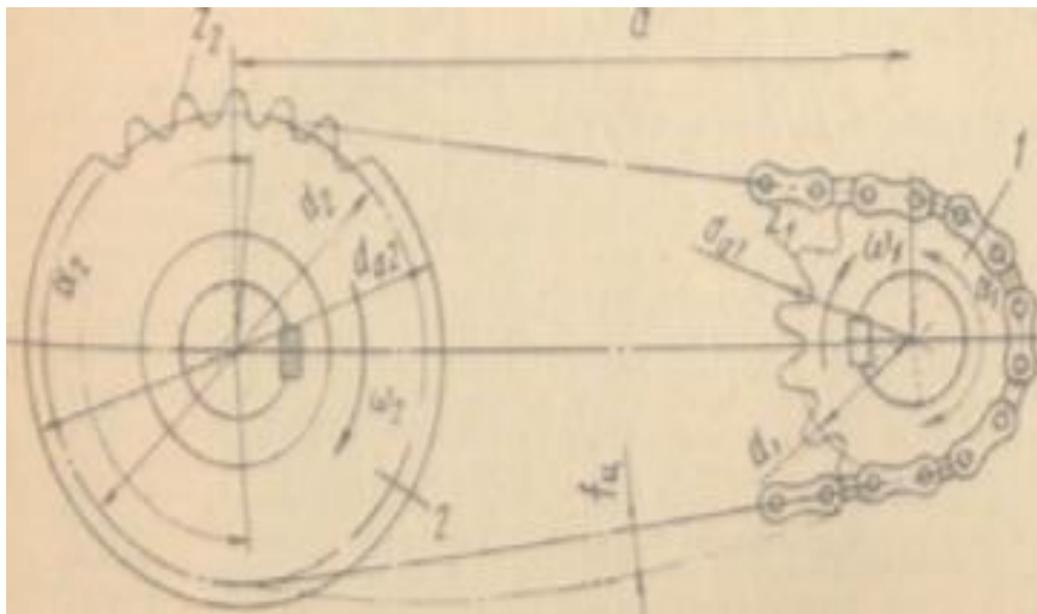

Рис.1.
**Передача (рис. 1) состоит обычно из ведущей 1 и ведомой 2 звездочек, связанных между собой *приводной цепью* (в машиностроении применяют также грузовые и тяговые цепи). Их применяют в качестве ступеней в приводах стационарных механизмов и машин (станках, роботах, сельскохозяйственной, транспортной технике и др.).**
**Расстояние  $a$  между осями звездочек (см. рис. 1) также влияет на работоспособность цепи, так как оно определяет частоту нагружения шарниров. При малом  $a$  цепь быстро изнашивается, а при большом  $a$  ведомая ветвь начинает колебаться из-за сильного провисания.**